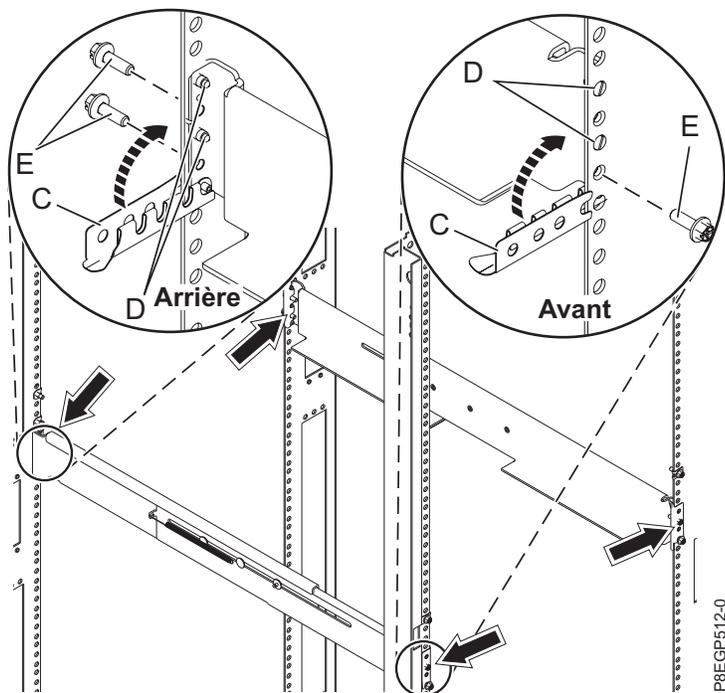

Figure 6. Fixation des glissières
- a. Étirez la glissière de droite et insérez les ergots (**D**) dans les deux trous de montage les plus bas marqués sur l'armoire, de sorte que la glissière soit orientée vers le haut, comme illustré dans la figure 6, à la page 10
- b. Faites pivoter vers le haut la fixation avant (**C**) pour bloquer la glissière, comme illustré dans la figure 6, à la page 10.